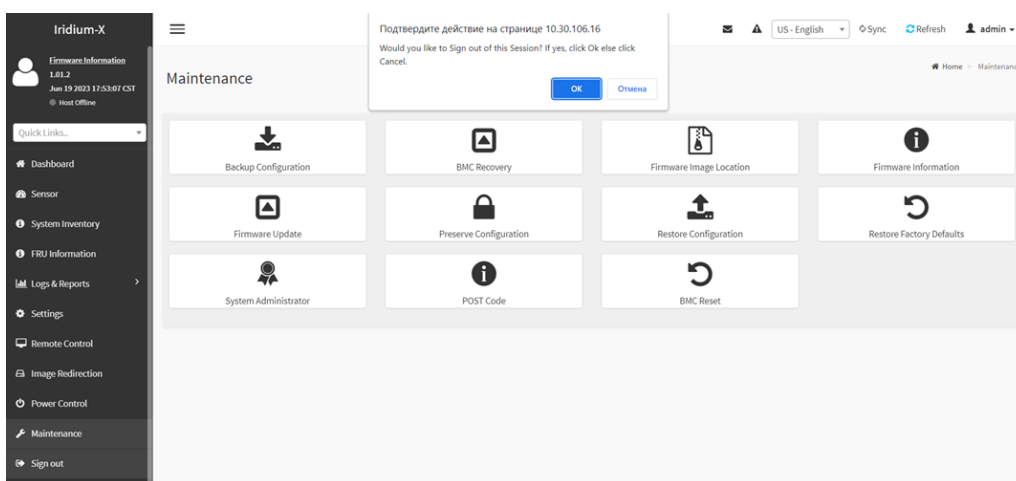

Рисунок 47 - Раздел «Sign out»
10) Раздел «Sign out» используется для выхода из учетной записи (см. Рисунок 47).